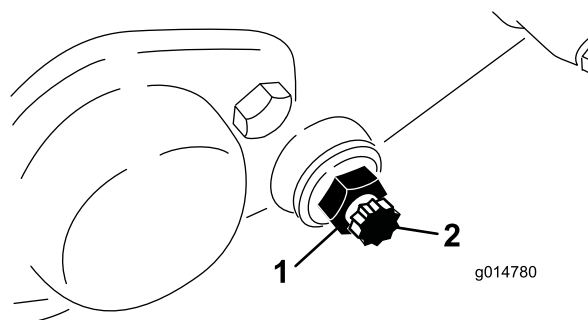

Figure 62
3. De chaque côté de la machine, desserrez l'écrou de blocage qui maintient le boulon de la barre d'appui (Figure 62).
4. Retirez les boulons de la barre d'appui de façon à pouvoir abaisser la barre et la déposer de la machine. Mettez de côté les 2 rondelles en nylon et les 2 rondelles en acier estampé de chaque côté de la barre d'appui (Figure 62).